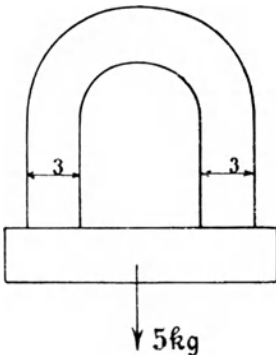

Fig. 35.
129. Ein Hufeisenmagnet ist imstande, an seinem Anker 5 [8] (20) kg zu tragen. (Fig. 35.) Seine Dicke senkrecht zur Papierebene beträgt 1 [1,5] (4) cm, die Breite 3 [4] (5) cm. Wie groß ist hiernach die Induktion zwischen den Übergangstellen von Magnet und Anker, und wie viele Kraftlinien gehen vom Nordpol zum Südpol?